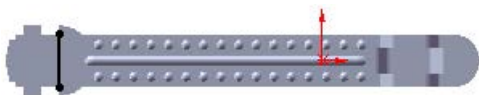

图 15.3.45 绘制的折弯线
② 定义折弯线草图。在草图环境中绘制图 15.3.45 所示的折弯线。
③ 选择下拉菜单 **插入(I)** → **退出草图** 命令，退出草图环境，此时系统弹出“绘制的折弯”对话框。